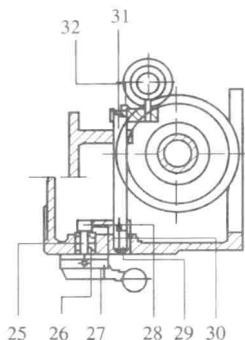

图 1.7 床头箱变速机构
⑤用内六角扳手卸下含油轴承 17 端面的螺钉,再卸下含油轴承 17。用拉卸工具将轴 11 拉下,取出齿轮 14 及轴承 15。将所有的零件放在固定的盘中。
⑥按图 1.7 所示,拧下机构手柄,将标牌用螺丝刀卸下,用冲子将拨块 32 与拨块轴 31 连接销及扇形轮 30 与变速齿轮 28 连接销冲下,取出手柄座 27 及变速齿轮 28,(手柄座内有钢球及弹簧,同时取出)取出拨块轴 31、拨块 32、扇形轮 30,卸下轴 31 和 25 的 O 型密封圈。